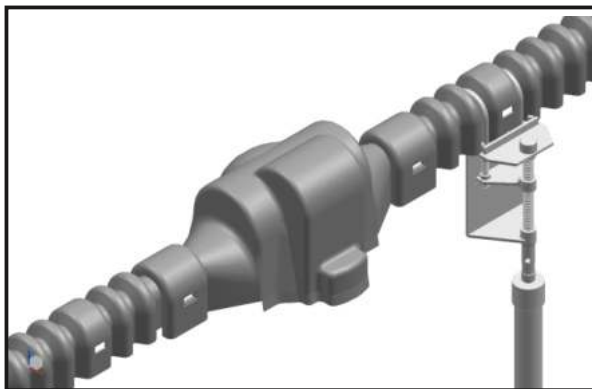

Рис. 32.
9.2.4. В случае монтажа устройств оперативной штангой, необходимо присоединить рабочую часть штанги «захват» к устройству в специально предназначенном для этого месте на гофр-рукаве вблизи капота. (Рис. 32).